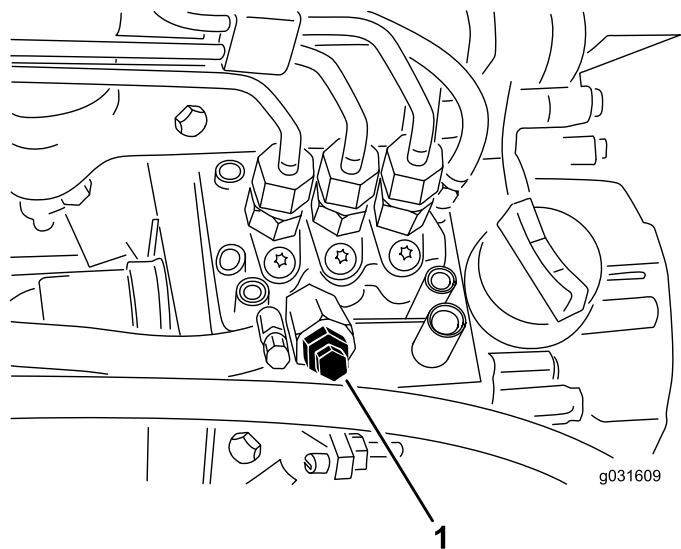

Figura 54
4. Desaperte o parafuso de purga que se encontra na bomba de injeção de combustível (Figura 54).